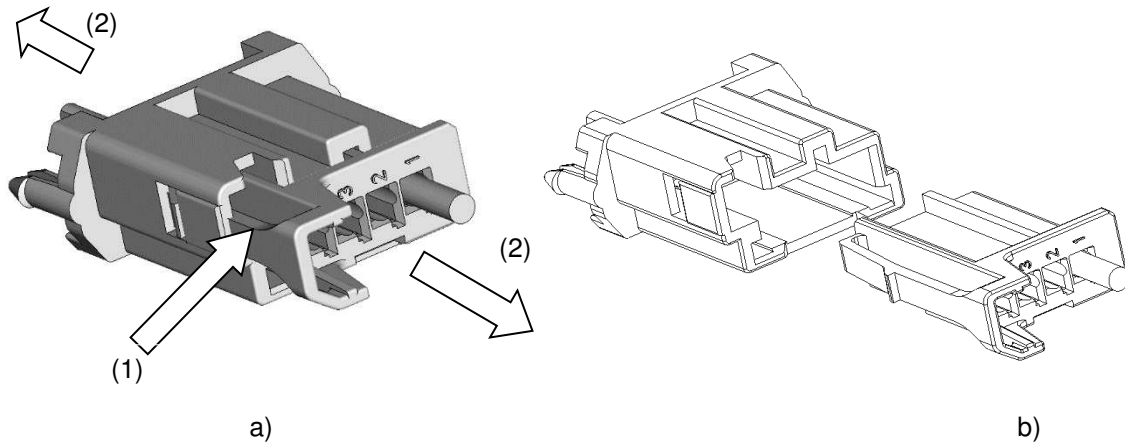

Abb. 12 / fig. 12
Die Rastlasche an der gezeigten Stelle (1) in Pfeilrichtung drücken, bis die Rastnase nicht mehr im Gegenstück blockiert. Die Rastlasche gedrückt halten und Buchsengehäuse vom Gegenstück wie in Abb. 12 dargestellt abziehen (2).
Press the latch at the shown area (1) until the locking nose does not block any more. Hold the latch down and pull (2) the receptacle housing from the counterpart fig 12.